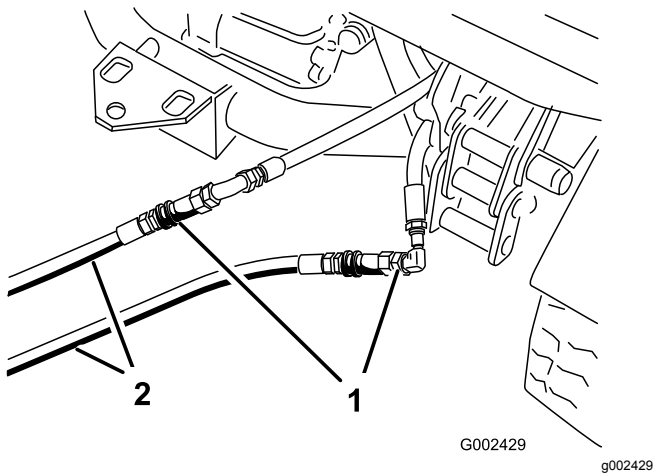

Figure 85
3. Sur le véhicule en panne, branchez les 2 flexibles de dépannage aux flexibles débranchés (Figure 85).